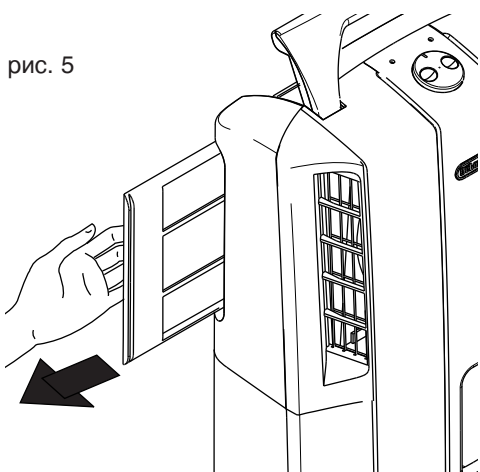

рис. 5
- Для того, чтобы снять воздушный фильтр, потяните за него сбоку, рис. 5.